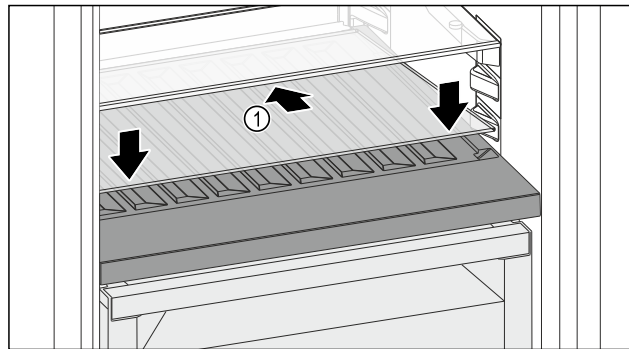

Fig. 164
- ▶ Вставьте стеклянную пластину Fig. 164 (1) наискосок и с уклоном назад вниз.
- ▶ Опустите стеклянную пластину Fig. 164 (1) спереди.